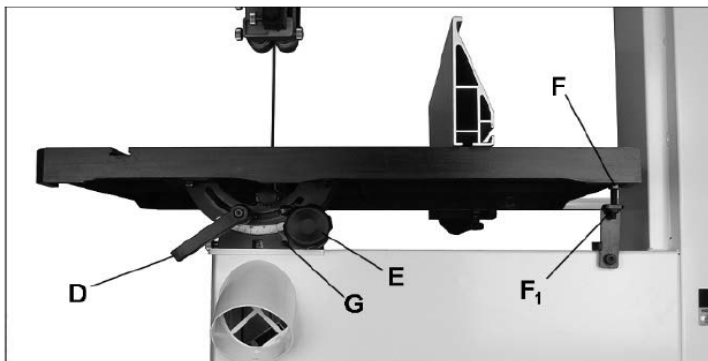

Рисунок 7-4
**РЕГУЛЬРОВКА НАКЛОН СТОЛА** см. рисунок 7-4.
2. Ослабьте фиксатор (D).
Примечание: Ограничительный болт (F, рис. 7-4) должен быть повернут в сторону, чтобы наклонить стол влево.
1. Ослабьте фиксирующую ручку (D, рис. 7-4) и с помощью ручки (E) наклоняйте стол до тех пор, пока он не упрется в стопорный болт стола (F). Снова затяните фиксирующую ручку.